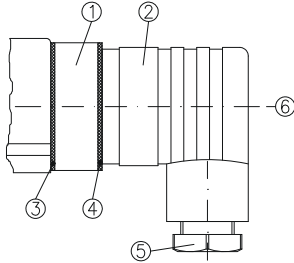

Fig. 7
- ↪ Desserrer la vis centrale ⑥ M3x35 et tirer la boîte de raccordement ② du connecteur sur l'instrument ① (⇒ Fig. 7). Tirer la vis centrale ⑥ de la boîte de raccordement ②.